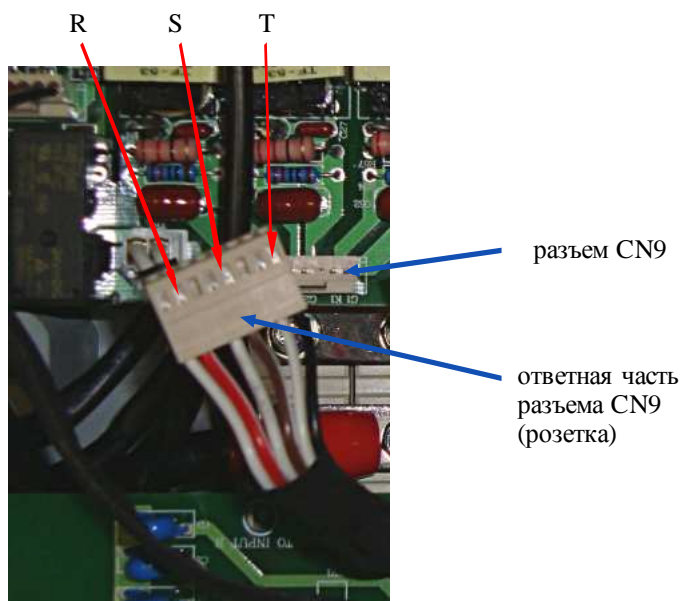

Рис. 4.7
4.11.1. Подключить отсоединенные ранее разъемы CN1, CN2, CN3, CN9 к плате драйверов (рис. 4.7, 4.12).